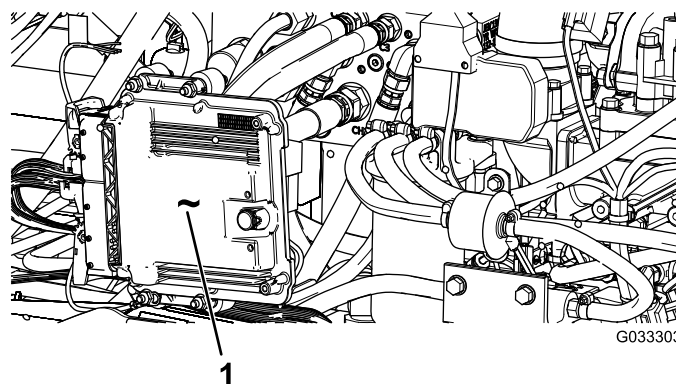

Figura 84
**Importante:** No deje que el agua entre en contacto directo con la unidad de control del motor (UCE) y con los conectores eléctricos, porque esto podría provocar daños; consulte en Figura 84 la ubicación de la EC U y de los conectores eléctricos.